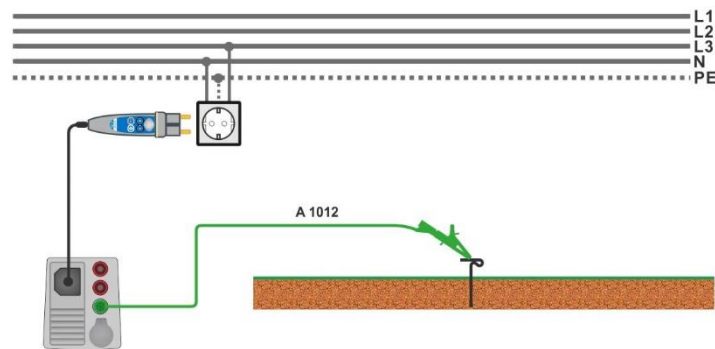

Abbildung 7.41: Anschluss für die Uc(P) Messung
- Schließen Sie die Prüfleitung an den P/S - Anschluss und an den externen geerdeten Punkt an (optional), siehe **Abbildung 7.41.**